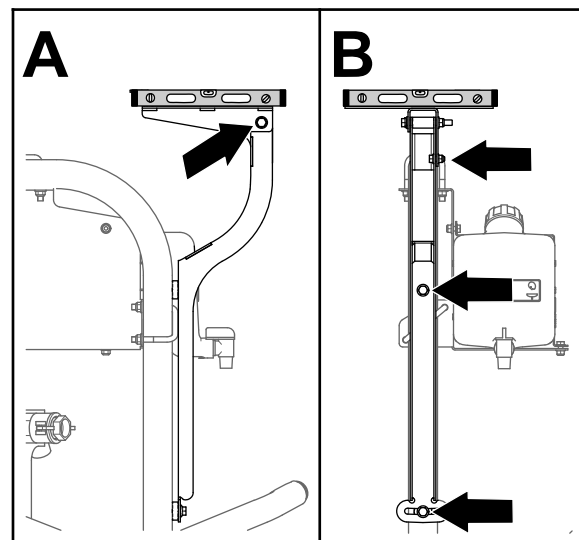

Figura 157
3. Nivele a placa do recetor da esquerda para a direita (Figura 157).
- Nivele a placa do recetor da frente para trás (Figura 157).